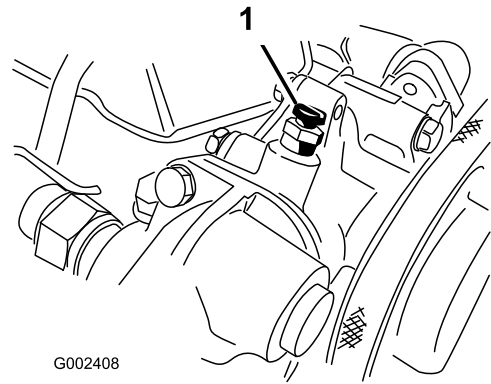

Bild 63
6. Öffnen Sie die Entlüftungsschraube oben an der Wasserpumpe (Bild 63).